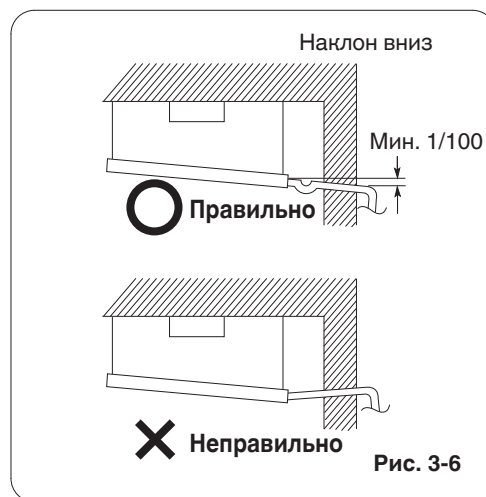

Рис. 3-6
- (3) Убедитесь, что дренажная труба установлена с наклоном вниз (1/100 или больше). (См. Рис. 3-6)
- (4) Дренажную трубу с ловушкой следует устанавливать отдельно от внутреннего блока.
- (5) Не прилагайте силу во время установки дренажной трубы в трубопровод внутреннего блока. Приложение силы для ее установки может привести к утечке воды.
- (6) Дренажная труба должна быть закреплена как можно ближе к внутреннему блоку. В противном случае это может привести к утечке воды.
- (7) Не подсоединяйте оборудование для очистки воздуха. В случае его подсоединения возможно разбрызгивание сливаемой воды из дренажной трубы.
- (8) После завершения монтажа дренажного трубопровода выполните проверку на утечку воды и убедитесь в отсутствии утечки воды. В случае ее обнаружения это может привести к утечке воды или конденсации.
- (9) После завершения монтажа дренажного трубопровода выполните проверку беспрепятственного дренажа воды. Наличие препятствий может привести к утечке воды или конденсации.
- (10) После надежного завершения монтажа дренажного трубопровода оберните изоляционный материал вокруг дренажной трубы с внутренней стороны. На данном этапе не оборачивайте ее вместе с трубопроводом хладагента. В случае оборачивания вместе дренажная труба будет поднята, и слив воды не будет функционировать. Кроме того, вода будет вытекать из дренажного поддона, что может привести к утечке воды.